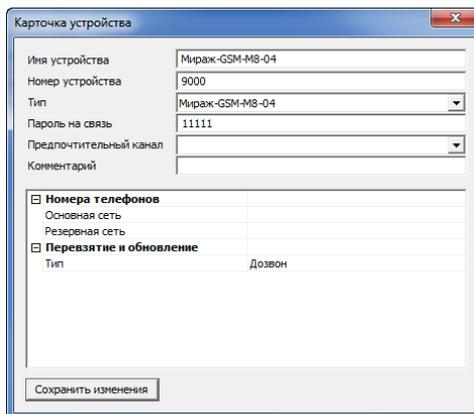

Рисунок 4.50 — Карточка объектового устройства в программе STEMAX Администратор.
**Пароль на связь:** пароль, необходимый для подключения контроллера к серверу STEMАХ. Пароль на связь, записанный в конфигурацию контроллера, должен совпадать с паролем, внесенным в карточку объектового устройства в ПО STEMАХ (см. рисунок 4.50).